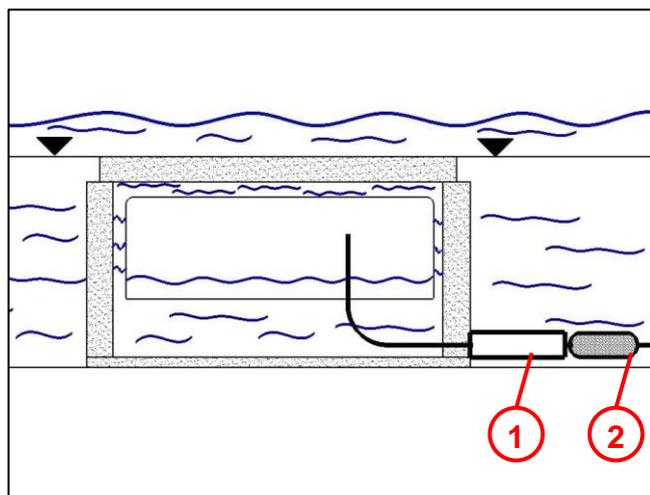

Fig. 2
Afin de parer à l'« effet de prise d'air » en cas d'inondations, il convient d'étanchéfier les câbles ou conduites d'alimentation et de sortie (4), (voir Fig. 2).